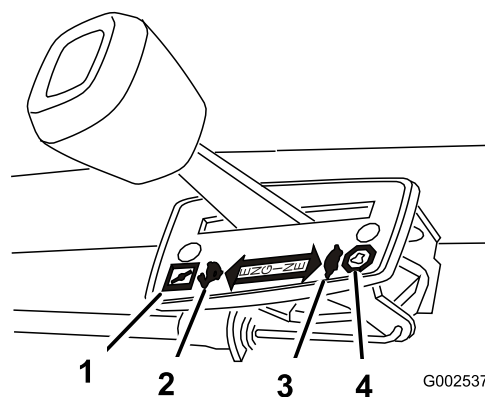

Figure 8
Les différents réglages de la manette d'accélérateur sont illustrés à la Figure 8.
- Réglez la manette d'accélérateur en position Starter (Figure 8).
- Placez le levier de changement de vitesses en position point mort (N).